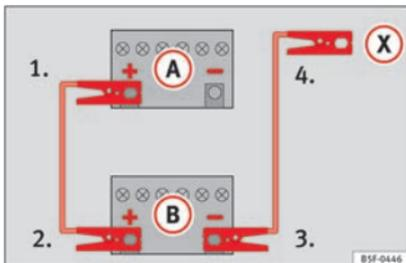

Abb. 70 Anschlusschema für Fahrzeuge ohne Start-Stopp-System.
2. Klemmen Sie ein Ende des roten Starthilfekabels an den Pluspol (+) des Fahrzeugs mit der entladenen Fahrzeugbatterie (A) » **Abb. 70**.
3. Klemmen Sie das andere Ende des roten Starthilfekabels an den Pluspol (+) des stromgebenden Fahrzeugs (B).
4. Bei Fahrzeugen ohne Start-Stopp-System: ein Ende des schwarzen Starthilfekabels an den Massepunkt (-) des Strom gebenden Fahrzeugs (B) » **Abb. 70** anklemmen.